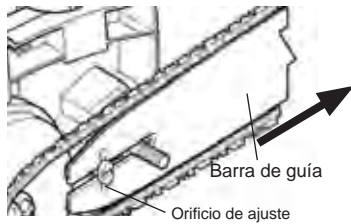

Figure 6 - Orificio de ajuste
- Éloignez le guide-chaîne du corps de la tronçonneuse de sorte que le guide soit placé de façon à tendre la chaîne (voir la Figure 6).